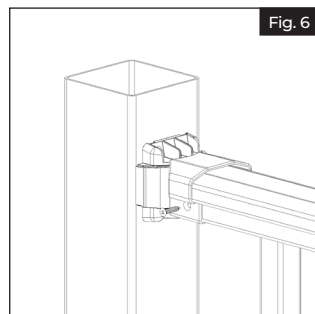

Fig. 6
- Ensamble la sección de barandillas insertando los balaustres/husillos dentro de las barandillas (Fig 6).
Ubique el poste en cada barandilla (ambos extremos de los rieles superior e inferior). Haga cuatro marcas en total (Fig 6).
Taladre previamente un orificio con un diámetro de  $\frac{1}{8}$ " que atraviese la barandilla superior y el inserto de aluminio para ambos lados de los soportes de la barandilla superior únicamente. Ajuste con tornillos de cabeza plana de 1" n.º 10 (Fig 6).